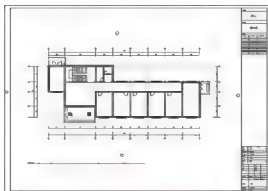

图 1.202 完成图纸创建
(2) 信息设置。选择“管理”选项卡中的“项目信息”命令，在弹出的“项目信息实例参数”对话框中输入相应信息，即完成图纸的创建（图 1.202）。